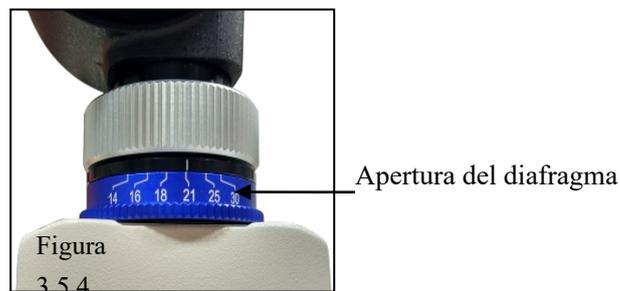

Figura 3.5.4
- El número sobre las aberturas: F14, F16, F18, F21, F25, F30 indican el tamaño de apertura. Cuanto mayor sea el número, menor será la apertura. Cuando la luz es insuficiente, se requiere una gran apertura para asegurar el brillo de la imagen, aplíquelo a la condición como observar la córnea con luz de hendidura. Use una pequeña apertura para una mayor profundidad de campo cuando haya mucha luz, aplíquela a la condición tal como use un punto grande para observar el ojo (vea la Figura 3.5.4).